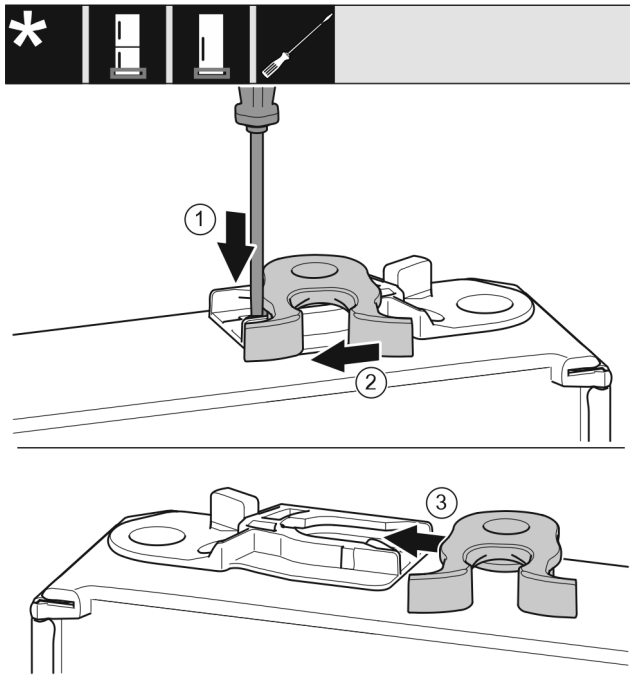

Fig. 16
- ▶ Πιέστε το αυτάκι με ίσιο κατσαβίδι προς τα κάτω. Fig. 16 (1)
- ▶ Τραβήξτε το άγκιστρο κλεισίματος από τον οδηγό. Fig. 16 (2)
- ▶ Ωθήστε το άγκιστρο κλεισίματος στην άλλη πλευρά στον οδηγό. Fig. 16 (3)